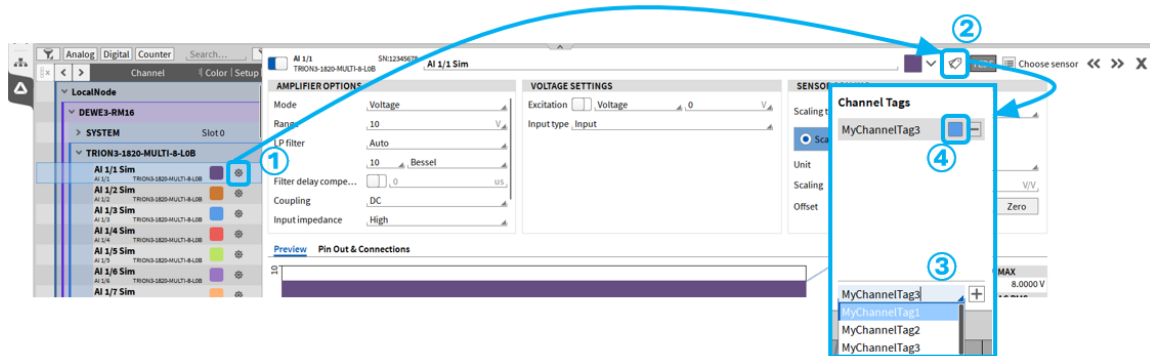

Abb. 7.13: Setzen eines Kanal-Tags zur Filterung
Es ist möglich, Kanal-Tags zu definieren und ihnen Kanäle zuzuweisen, um sie zusätzlich zu gruppieren. Dies ist in den detaillierten Kanaleinstellungen möglich, die durch Klicken auf das Zahnradsymbol eines Kanals aufgerufen werden können (siehe ① in Abb. 7.13). Durch Klicken auf das Tag Symbol (siehe ② in Abb. 7.13) öffnet sich ein neues Fenster, in dem ein benutzerdefinierter Tag Name eingegeben werden kann (siehe ③ in Abb. 7.13) oder es ist möglich, einen bereits hinzugefügten Kanal-Tag aus der Liste auszuwählen, wenn man in das Textfeld klickt. Durch Klicken auf die Schaltfläche „+“ neben dem Textfeld wird der jeweilige Kanal dem ausgewählten Tag zugewiesen.